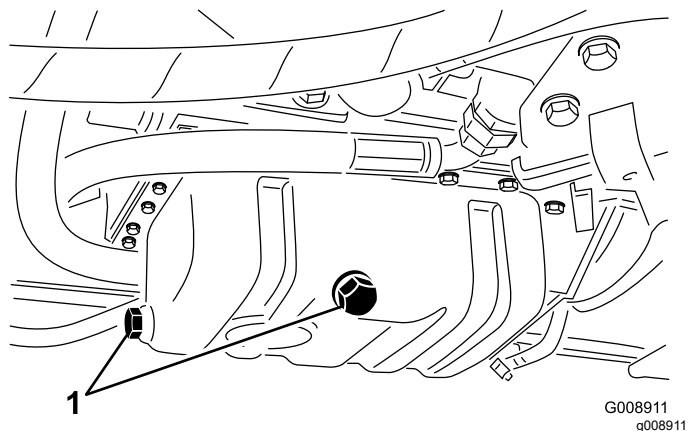

Figura 61
1. Retire o tampão de escoamento (Figura 61) e deixe o óleo escorrer para um recipiente adequado; quando o óleo parar, volte a montar o tampão de escoamento.